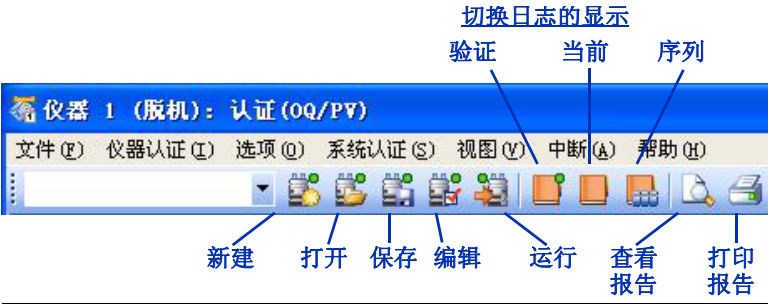
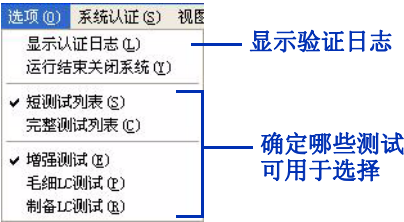

图 61 处理仪器验证的工具
图 63 这些选项控制了您能选择用于仪器验证的测试类型。
- 使用图 61 中所示的验证工具栏。
“选项”菜单（如图 63 所示）确定了在给定时刻能使用的一组特定测试。
可以从“验证”工具栏或者“选项”菜单打开验证日志，如图 61 和图 63 中所示。